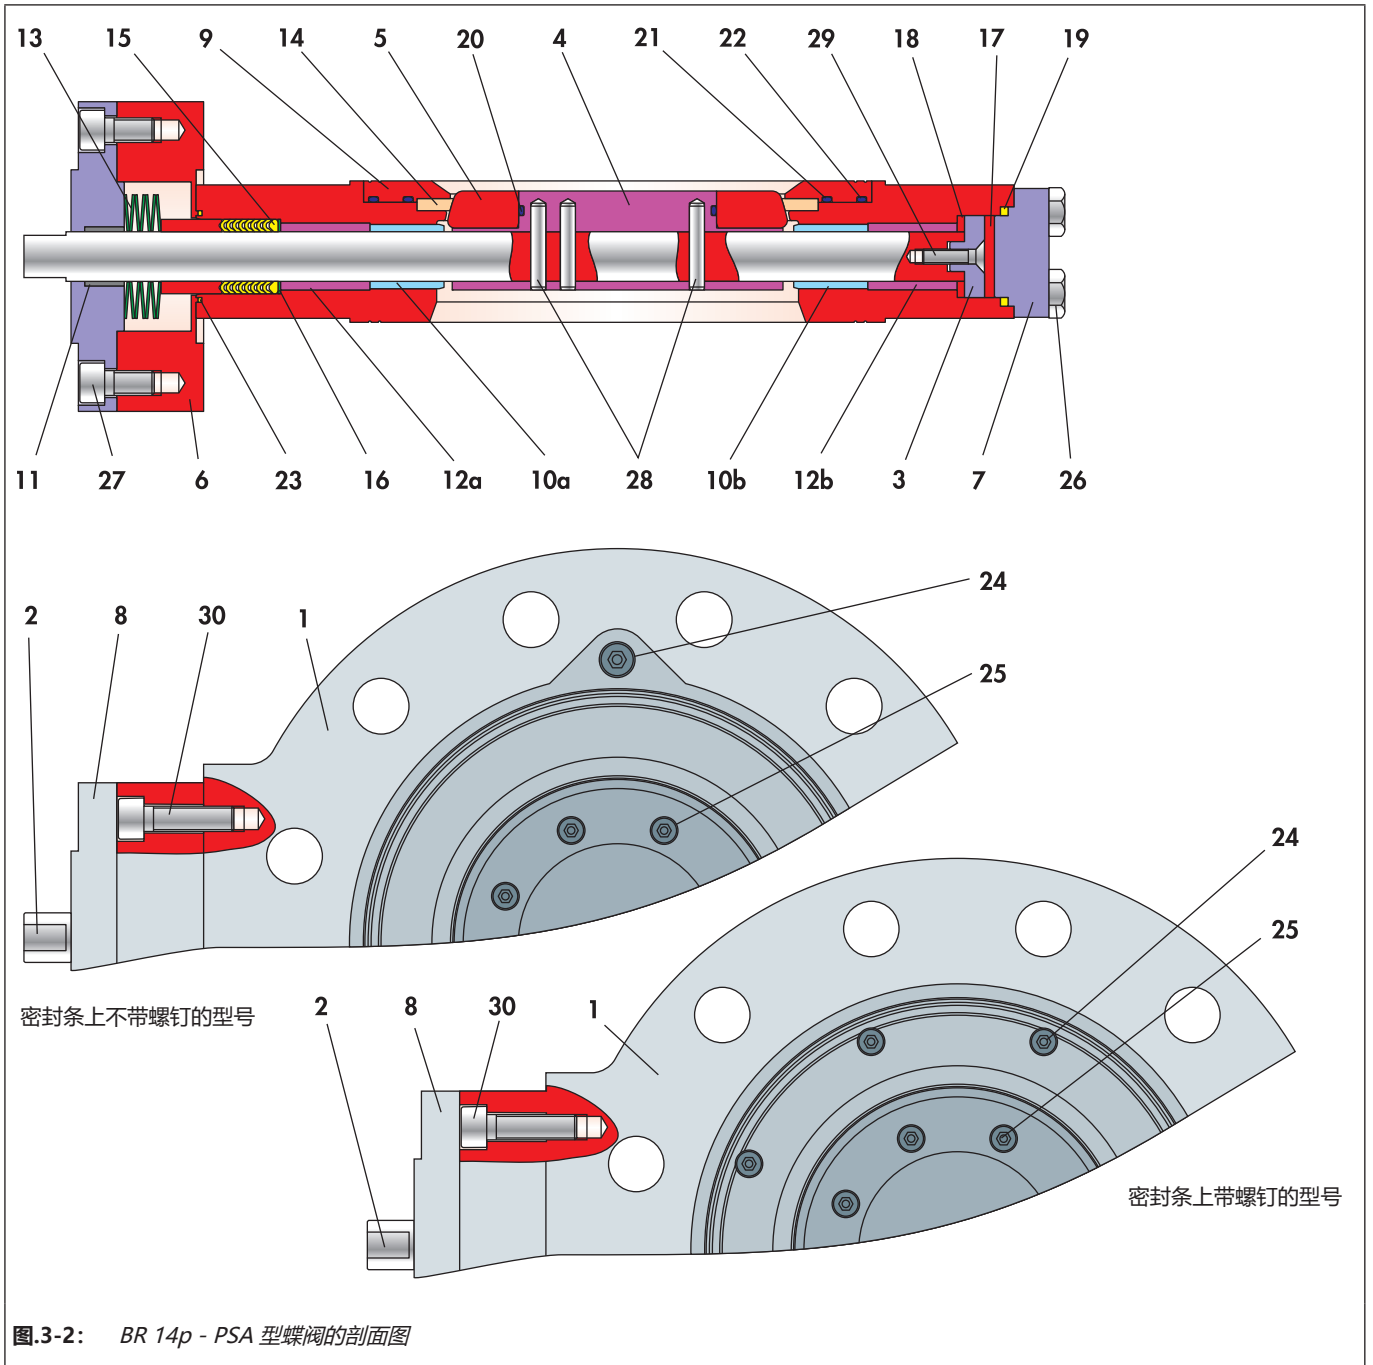

图.3-2: BR 14p - PSA 型蝶阀的剖面图
- ⇒ 从填料箱侧, 推动阀盘 (16) 经过控制轴, 直达阀体中的相应位置。
- ⇒ 推动 PTFE V 形环填料 (15) 经过控制轴上方进入阀体孔径, 且用组装套筒将其压入。请参阅剖面图 3-2, 了解 V 形环填料的排布。
- ⇒ 插入盘簧组 (13)。盘簧的排列显示在图 3-2 的剖面图中。
- ⇒ 将轴承套 (11) 压入填料箱法兰 (8)。
- ⇒ 将预组装填料箱法兰放在中间法兰上, 并用螺钉 (27) 进行调整。
- ⇒ 匀力交替拧紧螺钉 (27)。